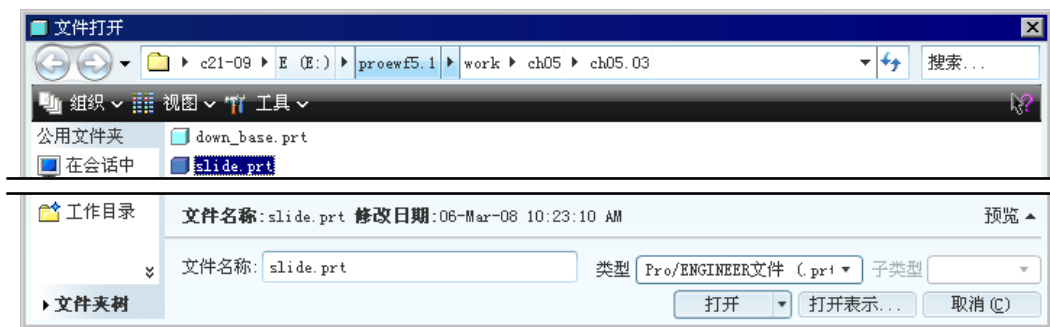

图 5.3.1 “文件打开”对话框
Step2. 单击工具栏中的按钮 (或选择下拉菜单 **文件(F)** → **打开(O)...** 命令), 系统弹出图 5.3.1 所示的“文件打开”对话框。